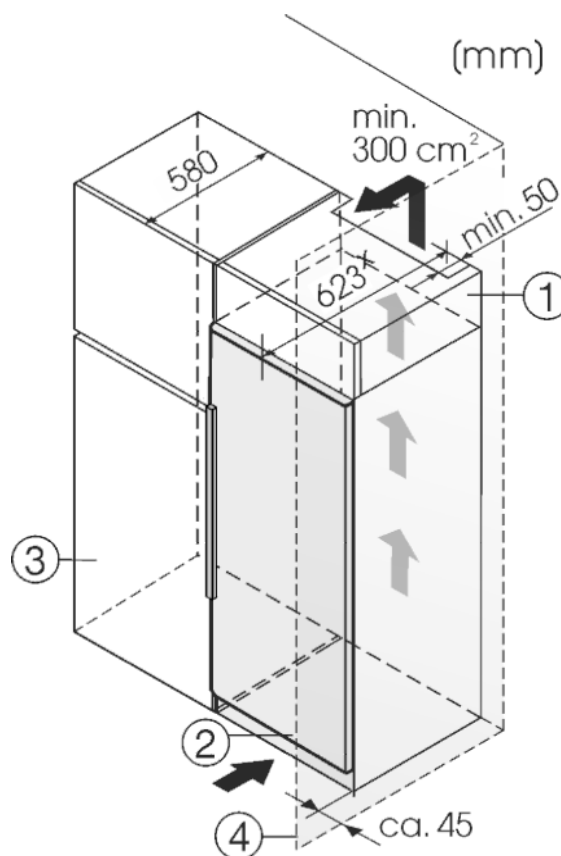

Fig. 8
- (1) Opbouwkast
- (2) Apparaat
- (3) Keukenkast
- (4) Wand
Het apparaat kan in keukenkasten worden ingebouwd. Om het apparaat *Fig. 8 (2)* aan de hoogte van het keukenblok aan te passen, kan boven het apparaat een opzetkast *Fig. 8 (1)* worden aangebracht.
Plaats u het apparaat met de scharnierkant naast een muur *Fig. 8 (4)*, dan moet de afstand tussen apparaat en muur minstens 40 mm bedragen. Dit in verband met het uitsteken van de deurgreep bij een geopende deur.